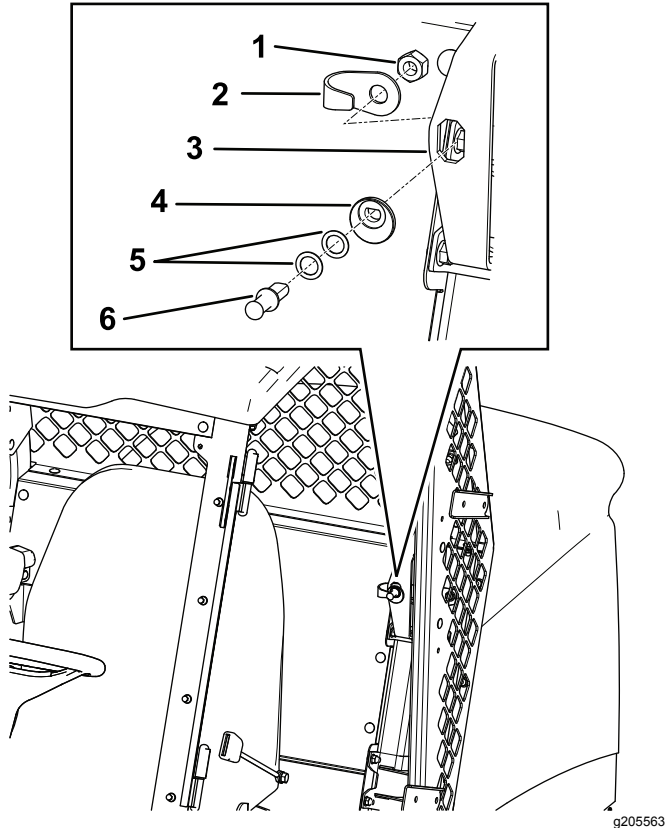

Figura 9
2. Alinee la leva de pasador con la abertura en la placa del cerradero en la posición mostrada en la Figura 9.
3. Inserte el pasador (primero sin las arandelas) en la leva de pasador (Figura 9).
4. Alinee el pasador del cierre y la contratuerca en la parte rasera de la abertura en la placa del cerradero (Figura 9).
5. Apriete con las manos la contratuerca sobre el pasador del cierre (Figura 9).